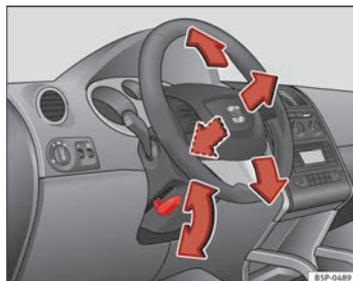

Fig. 135 Ajuste de la posición del volante
- Tire hacia abajo de la palanca ⇒ fig. 135 situada debajo de la columna de dirección ⇒ Δ.